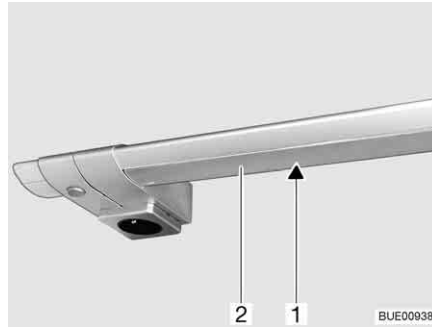

Fig. 224 Eclairage de la cuisine
- Exercer une légère pression sur le couvercle (Fig. 224,2) avec les deux mains et le tirer vers le bas. Commencer toujours à tirer l'extrémité gauche ou l'extrémité droite.
- Retirer l'ampoule halogène (Fig. 224,1).